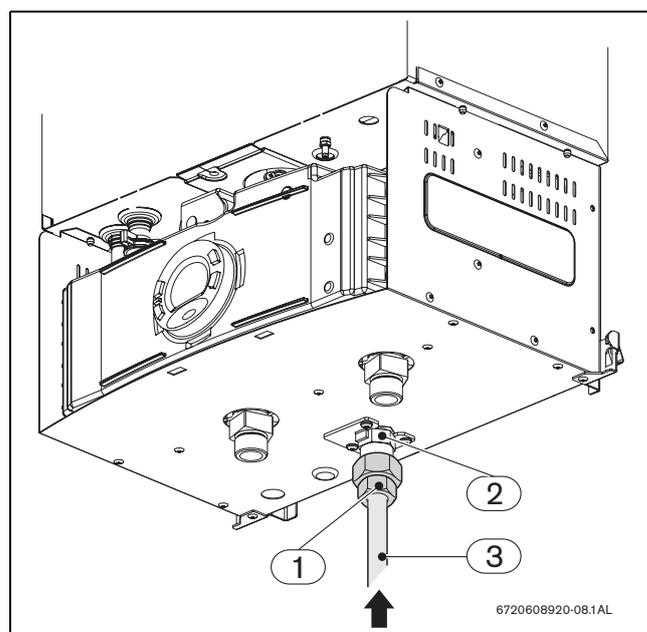

Fig. 26 Collegamento tubo di adduzione gas
- Nel caso di installazione con un collegamento a una rete di erogazione del gas è obbligatorio usare tubi metallici in conformità alle norme applicabili. Per effettuare un collegamento tra la rete di erogazione del gas e lo scaldabagno, dev'essere utilizzato un raccordo da collegare al filetto in dotazione. Stringere il dado ( Fig. 26, pos.1) presso il filetto di entrata gas ( Fig. 26, pos. 2) e realizzare il collegamento saldato tra il tubo ( Fig. 26, pos. 3) e la rete di erogazione.